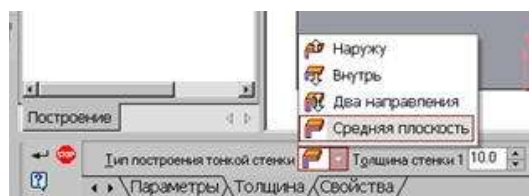

Рис.27 Выбор толщины ребра
5. Для построения ребер жесткости служит кнопка  Ребро жесткости. На панели свойств команды (рис.27) закладка Толщина позволяет выбрать Толщину ребра жесткости. Закладка Параметры позволяет определить: